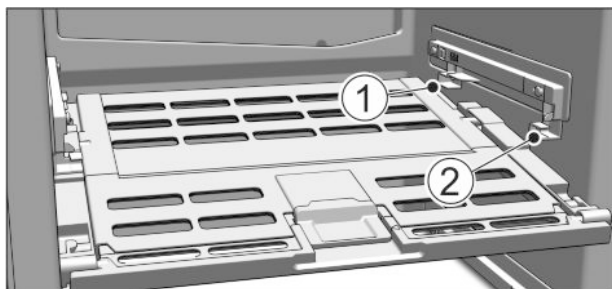

Fig. 16
- ▶ Inserire il coperchio cassetto Safe per frutta e verdura: inserire le nervature del coperchio dal basso nel supporto inferiore Fig. 16 (1) e inserire anteriormente nel supporto Fig. 16 (2).